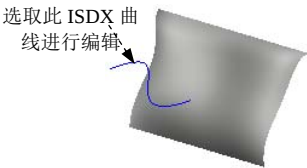

图 10.3.35 选取 ISDX 曲线
- Step3. 选取图 10.3.35 中的 ISDX 曲线。